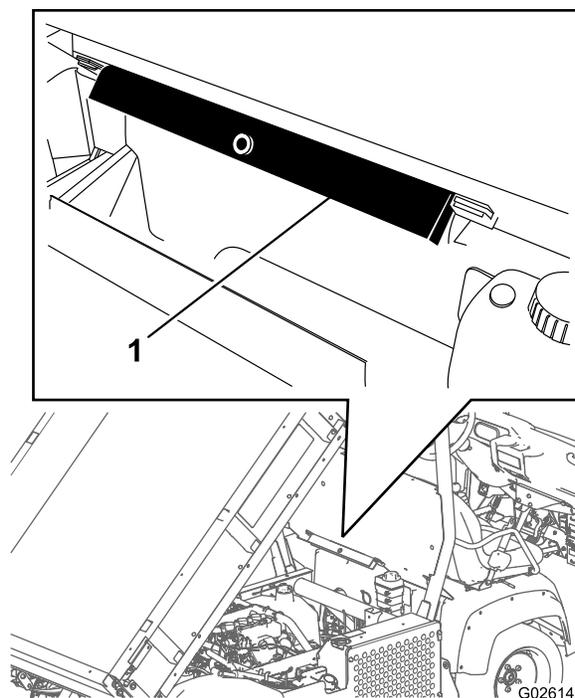

Рисунок 32
2. Выньте опору кузова из кронштейнов для хранения на задней стороне панели конструкции ROPS (Рисунок 32).